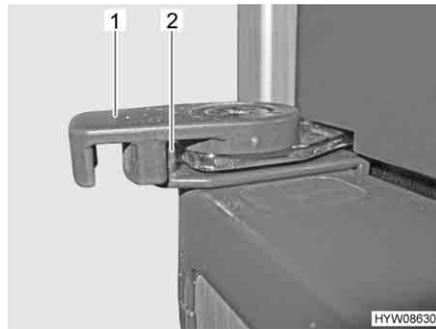

Bild 65 Arretierung der Kühlschranktür in Verriegelungsstellung
- Verriegelung (Bild 65,1) nach außen drehen.
- Verriegelung (Bild 65,1) zur Kühlschrankmitte drehen. Die innere Aussparung der Verriegelung muss dabei über die Verriegelungsnase (Bild 65,2) gefahren werden.